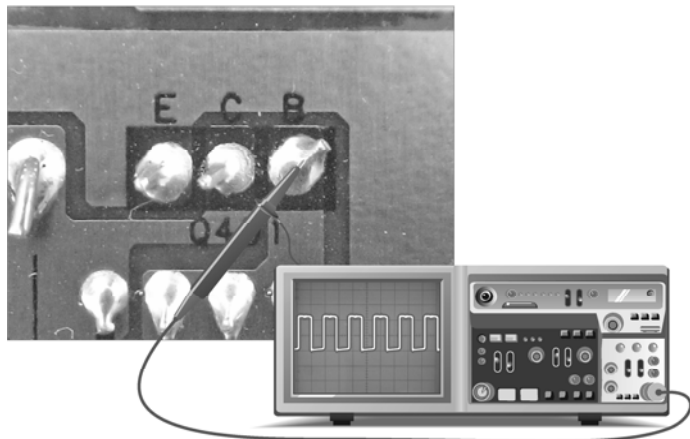

图 5-61 检测 Q401 基极行脉冲信号
行脉冲信号是由同步信号处理电路②脚输出的，为行激励晶体管 Q401 提供基准信号。若没有检测到行脉冲信号，则行输出电路无法正常工作。其具体检测方法如图 5-61 所示。